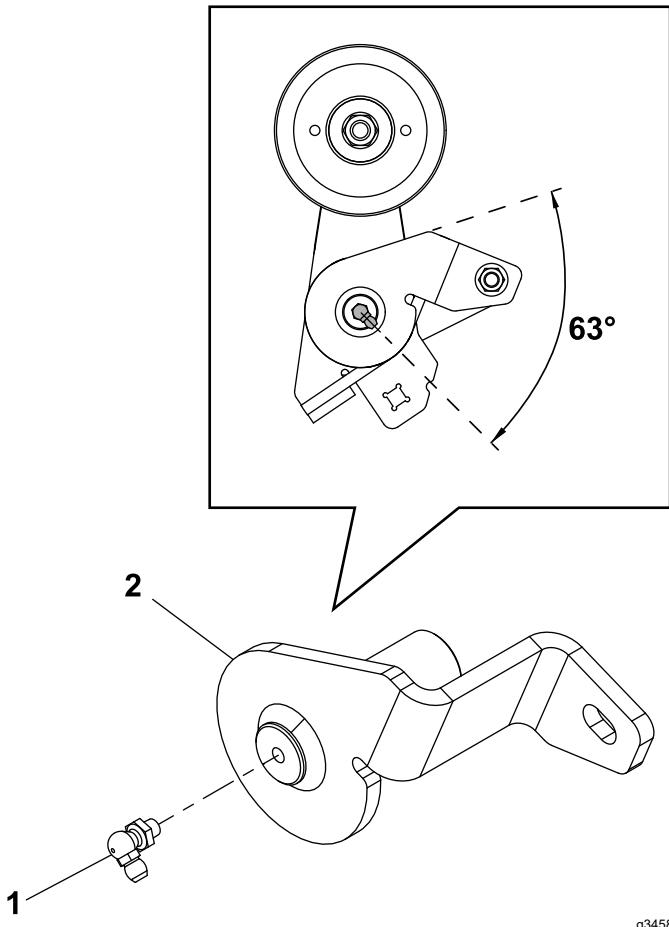

Bild 5
2. Montieren Sie den Schmiernippel in der Spannscheibenstütze, wie in Bild 5 dargestellt.